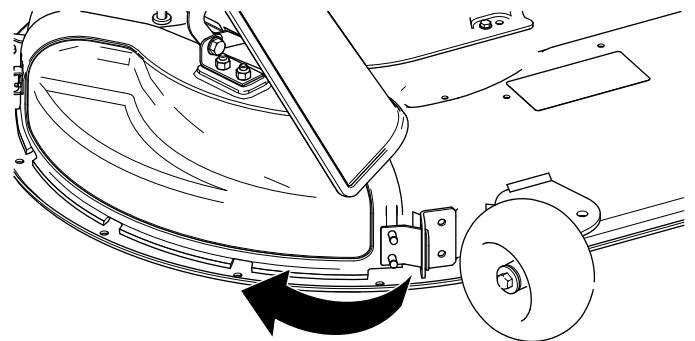

**Figure 14**
3. Inclinez la languette en métal sur le couvercle d'éjection pour la rentrer dans la fente du support qui est soudé au plateau de coupe (Figure 14).